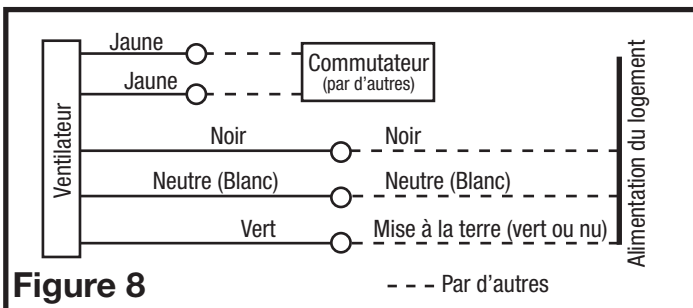

Figure 8
2. **Ventilation continue:** Pour les ventilateurs à deux vitesses, raccordés pour une ventilation continue. Connectez le fil blanc du ventilateur au fil blanc (neutre) de la source d'alimentation. Connectez le fil de terre de la maison au fil vert du boîtier du ventilateur. Connectez le fil noir du ventilateur au fil noir (chaud) de la source d'alimentation. Relier le fil jaune chaud du ventilateur à l'entrée de l'interrupteur. Connectez le deuxième fil jaune du ventilateur au côté de sortie du commutateur. Fermer l'interrupteur changera la vitesse de normale à haute vitesse (Figure 8).